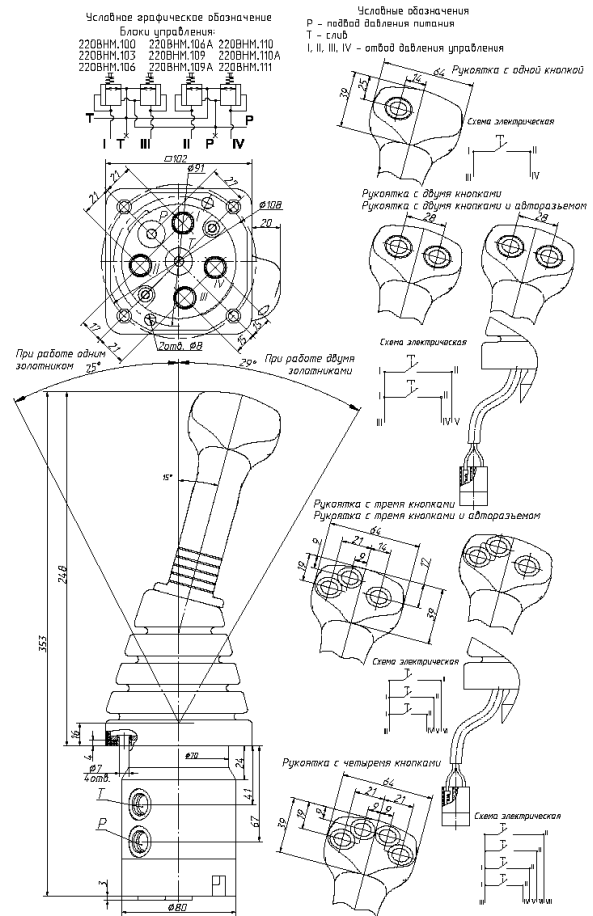

Рисунок 1 - Блоки управления четырехзолотниковые с одной рукояткой серии 220ВНМ.100, варианты рукояток
1.5 Основные габаритные и присоединительные размеры блоков управления, гидравлическая схема, приведены на рис.1, технические характеристики блоков управления приведены в таблице 1.